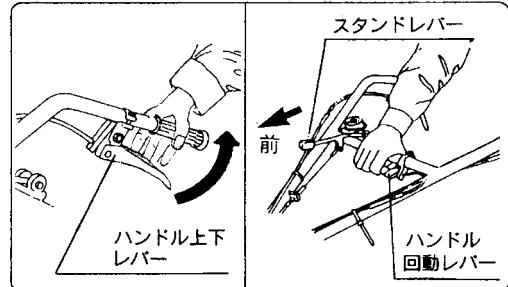

図17
1) 上下について(図17)
2) 回転について(図17)
(9) スタンド(図17)